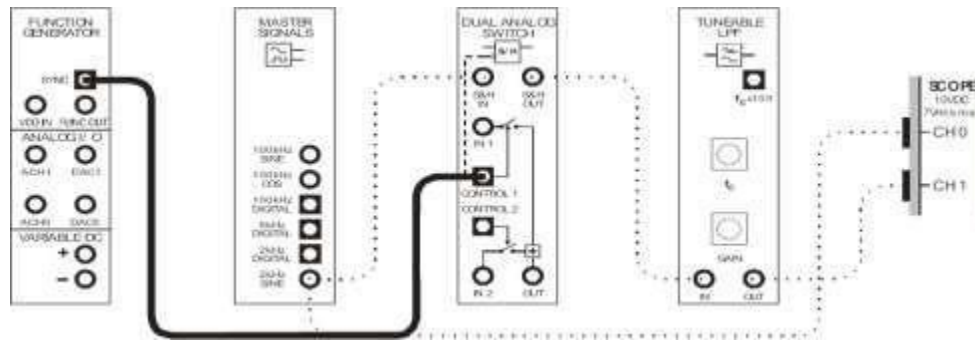

Figura 4.4
3. Cambiar la señal 8KHz DIGITAL por SYNC del generador de funciones (Figura 4.4).